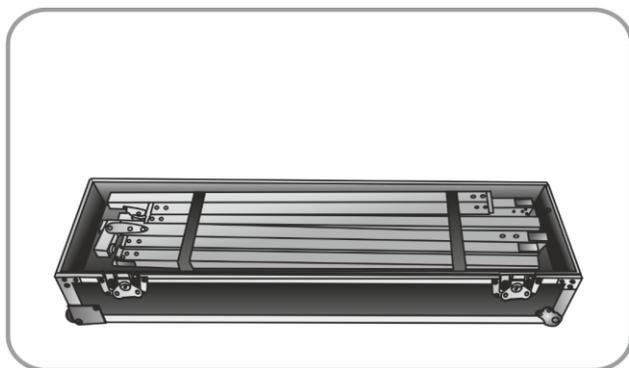
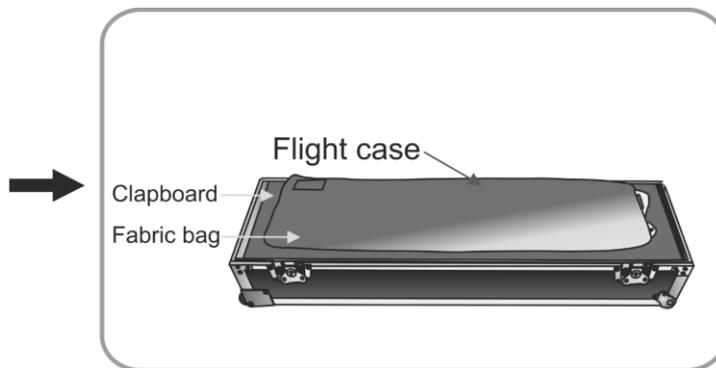

Fig. 20
Fig. 21
- 06) Coloque las patas y la estructura principal en el flightcase y sujételas (Fig. 20). Coloque la bolsa de accesorios dentro. Introduzca la tabla y coloque las bolsas de la tela encima (Fig. 21).